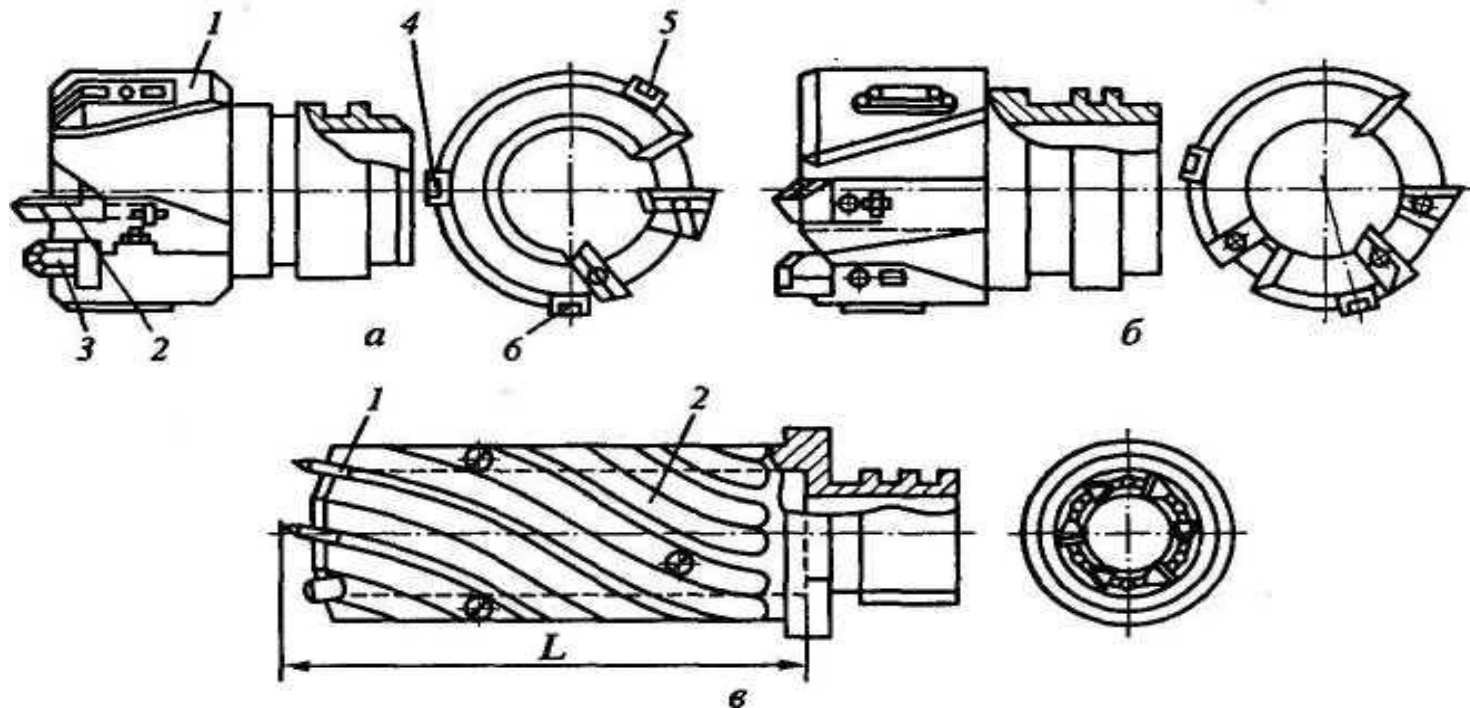

**Рис. 2.4. Ружейные сверла: а - с колоском из быстрорежущей стали; б - армированное пластинами из твердого сплава; в - с внутренним отводом СОЖ**
**Ружейные сверла** (рис. 2.4) применяются для сверления глубоких и сверхглубоких отверстий.